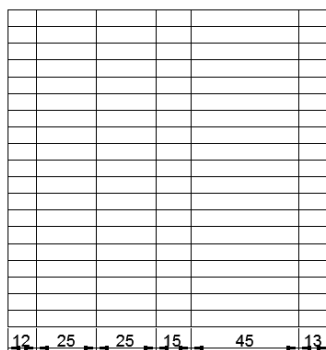

图 17.8.60 改变列宽
(2) 在绘图平面指定插入点，插入空表格，并显示多行文字编辑器 (不输入文字)，然后在空白位置单击以确定表格放置。
(3) 选中表内所有单元格后，右击，在系统弹出的快捷菜单中选择  特性 ，系统弹出“特性”窗口；在此窗口内将行高值设置为 7.0 并进行图 17.8.60 所示列宽值的设置。